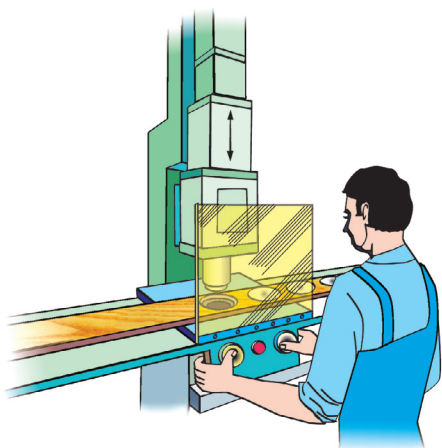

图48a 需要用双手控制器的机械
①安装带门的防护屏障，将整个生产运行过程封闭起来。通常安全联锁屏障需要用钥匙才能将门打开，一旦门打开，自动开关便会切断机器的电源。只有当联锁门关闭之后，危险的机器才能够再次运行。②在不易使用机械联锁装置的地方，可使用光敏联锁系统。一旦人体的任何一个部分越过“光屏障”（一端为光源，另一端为接收装置），该系统就会终止机器运行。③在生产过程连续进行的时候，需要特别留心观察，检查联锁门打开的时间应大于运行过程停止的时间。④如果无法配置安全联锁装置，则可使用双手控制器，如图 48a 所示。双手控制器要求操作者同时用两只手来操作两个开关或操纵杆，这样在机器运行时，操作者的手始终处于机器之外。